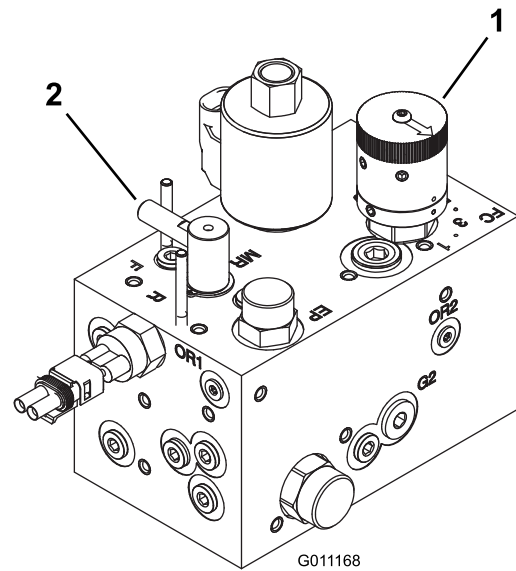

Figura 49
3. Gire el pomo de control de velocidad de los molinetes (**Figura 49**) al número de velocidad de los molinetes determinado en el Paso 1.